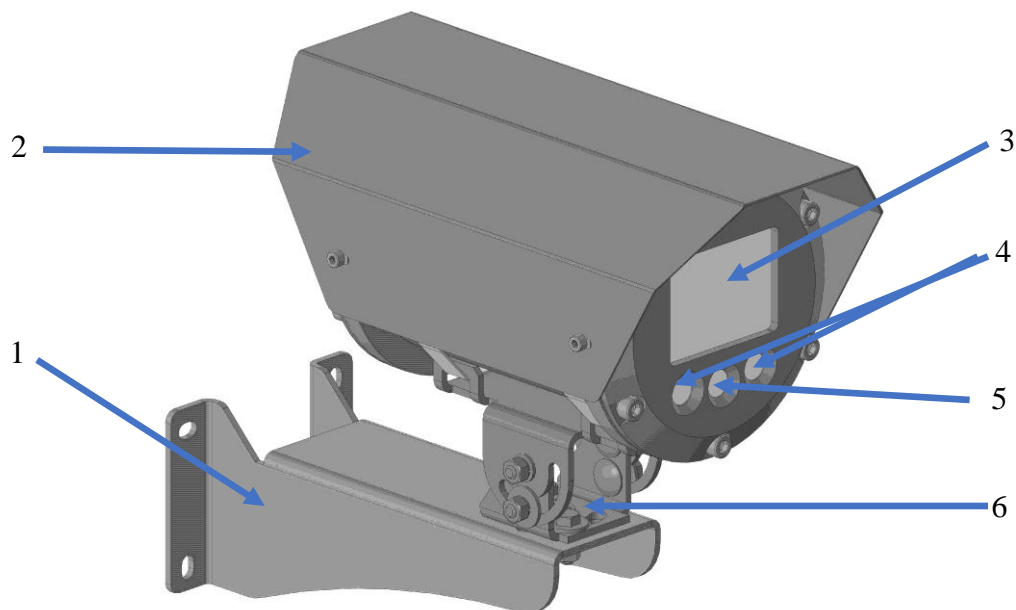

Рисунок 1 – Внешний вид видеокамеры АйТек ПРО H10-Exd
- Открутить винт крепежно-юстировочного устройства и отсоединить от видеокамеры, рис. 1;
- Установить видеокамеру на крепежно-юстировочное устройство, включить монитор, нацелить камеру на контролируемую зону и зафиксировать винтом, рис. 1.